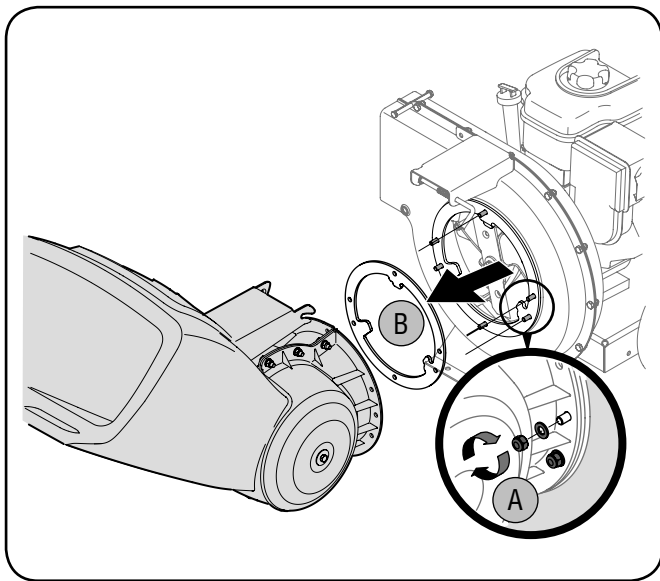

Рис. 7-3
4. Отверните 6 шестигранных контргайки и шайбы с приваренных шпилек на кожухе шарнирных ножей. См. рис. 7-3А. Сложите снятые детали.
5. Осторожно разделите воронку и узел крыльчатки, затем снимите опорную пластину. См. рис. 7-3В.